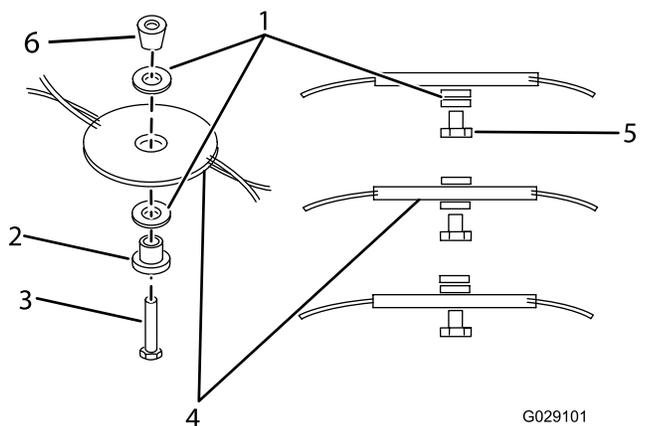

Рисунок 23
4. Снимите узел Flexiblade, повернув болт крепления против часовой стрелки (Рисунок 23); сохраните все крепежные детали.
5. Установите новый узел Flexiblade, повернув болт крепления по часовой стрелке (Рисунок 23), установите все крепежные приспособления.